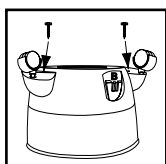

FIGURE 3
4. Assurez-vous que le porte-roulette soit complètement inséré dans le fond du réservoir. Fixez avec les vis fournies. **FIGURE 3**.